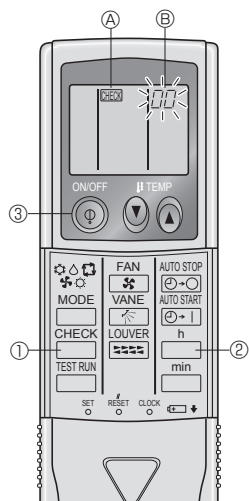

Fig. 7-6
7.3.2. Trådløs fjernkontroll (Fig. 7-6)
① Slå på strømmen.
② Trykk to ganger på [CHECK]-knappen.